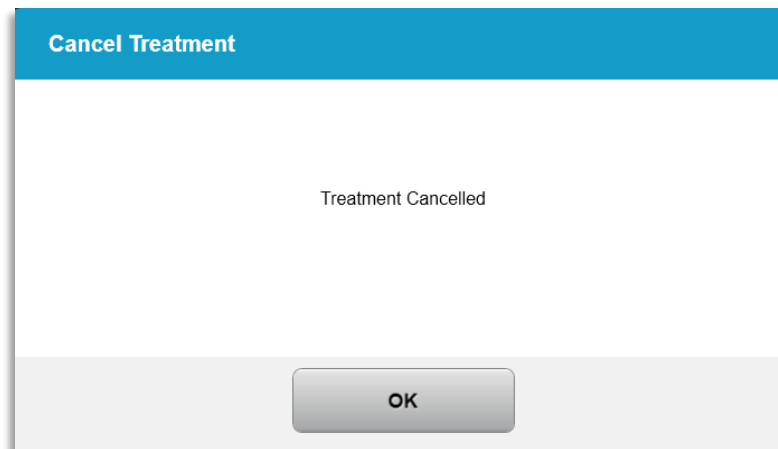

Figura 3-29. Tratamento cancelado Confirmação
- Se o cancelamento do tratamento foi confirmado, uma mensagem “Tratamento cancelado” irá aparecer no ecrã como mostrado na figura 3-29.